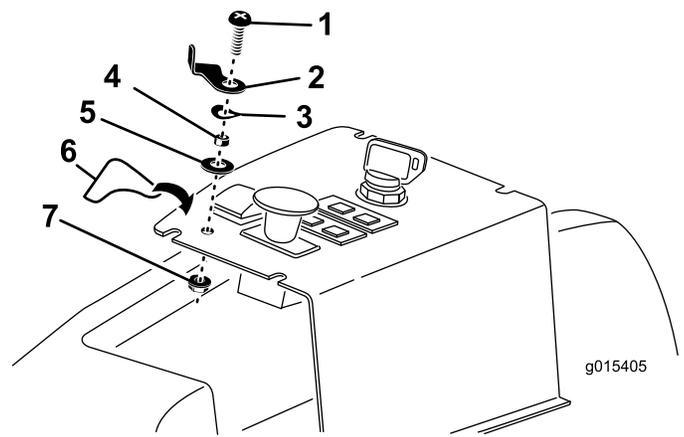

Figura 14
3. Insira alavanca de bloqueio de elevação, espaçador, anilha ondulada e anilha plana no parafuso de cabeça chata de 1/4" x 1" posicionando como se mostra na Figura 14.
4. Insira o conjunto da alavanca de bloqueio de elevação no furo do painel de controlo e prenda-o com uma porca de bloqueio. Posicione a alavanca de bloqueio de elevação como se mostra na Figura 14.
5. Coloque o autocolante da alavanca de bloqueio de elevação no painel de controlo, como se mostra na Figura 14.